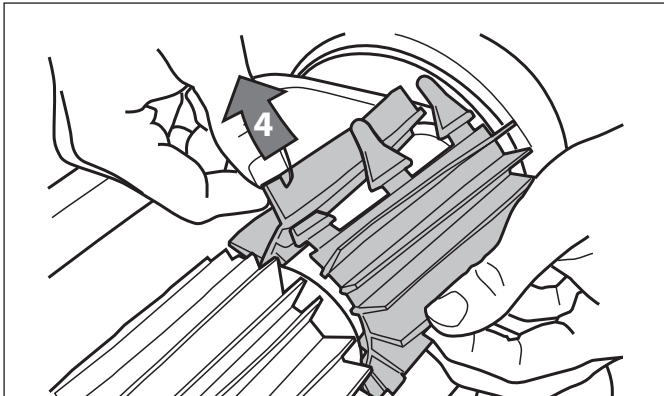

Figura 29. Tire de las trabillas a través de cada ranura
- Enganche cada trabilla en la ranura provista e insértela suavemente hasta que la base salga del otro lado de la ranura (Figura 29).